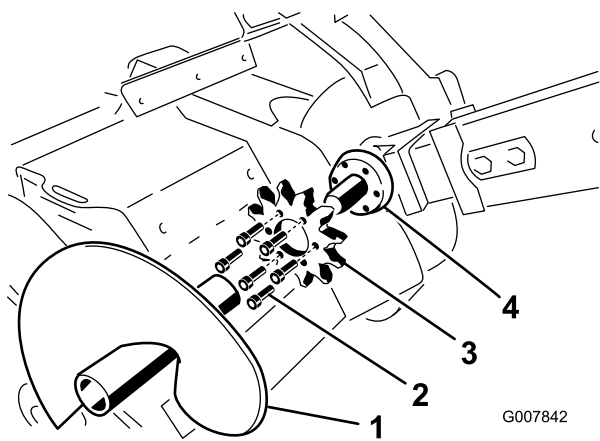

Figura 65
4. Demontai melcul pentru material excavat (Figura 65).
9. Îndepărtați cele 6 uruburi care fixează pinionul de antrenare (Figura 65).
10. Îndepărtați i eliminați pinionul de antrenare (Figura 65).
11. Curățați suprafața de montare a pinionului pe săpătorul de anuri (Figura 65).
12. Glisai noul pinion pe arbore (Figura 65).
13. Strângeți bine cele 6 uruburi pe axul pinionului (Figura 65).